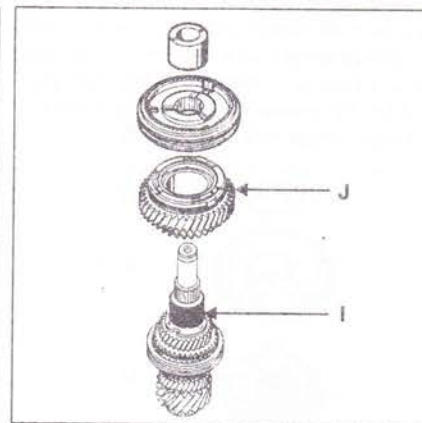

Рис. 5.59. Установите игольчатый подшипник **I**, шестерню 2-й передачи **J** с установленными кольцами синхронизатора с тремя конусами.
29. Установите игольчатый подшипник **I**, шестерню 2-й передачи **J** с установленными кольцами синхронизатора с тремя конусами (рис. 5.59).